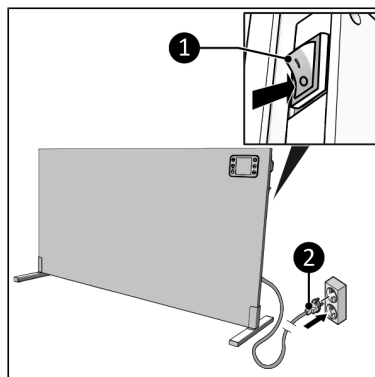

Abbildung 51.
2. Stellen Sie sicher, dass sich der Hauptschalter in der AUS-Position befindet (Abbildung 51, Pos. 1).
3. Stecken Sie den Netzstecker (Abbildung 51, Pos. 2) in eine leicht zugängliche geerdete Steckdose. Verwenden Sie eine geerdete Steckdose mit einer Mindestleistung von 1000 Watt.